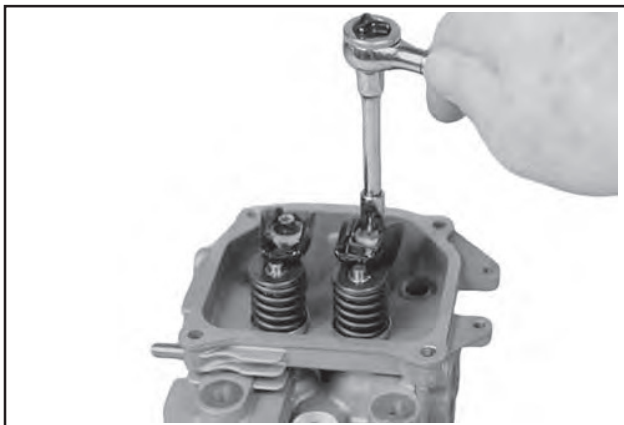

Abbildung 9-56. Ausbau der Kipphebel.
1. Die zwei geflanschten Sechskantschrauben, die Federwellen der Kipphebel und die Kipphebel vom Zylinderkopf entfernen. Siehe Abbildung 9-56.